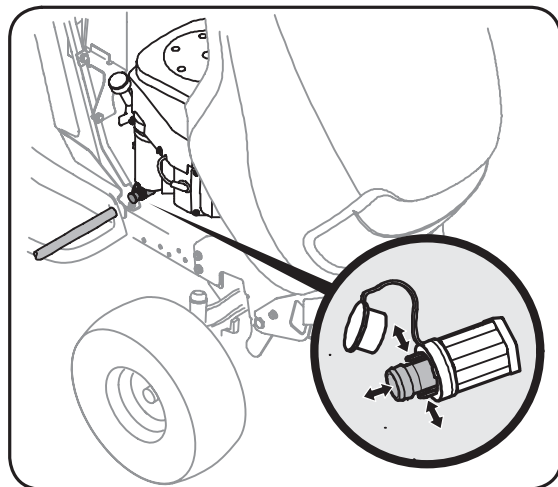

Figure 6-1
1. Soulevez le capuchon de protection à l'extrémité de la soupape de vidange de l'huile pour exposer l'orifice de vidange. Voir la Figure 6-1.
4. Pincez les languettes sur la soupape de vidange d'huile, puis tirez pour commencer à vidanger l'huile. Voir la Figure 6-1.